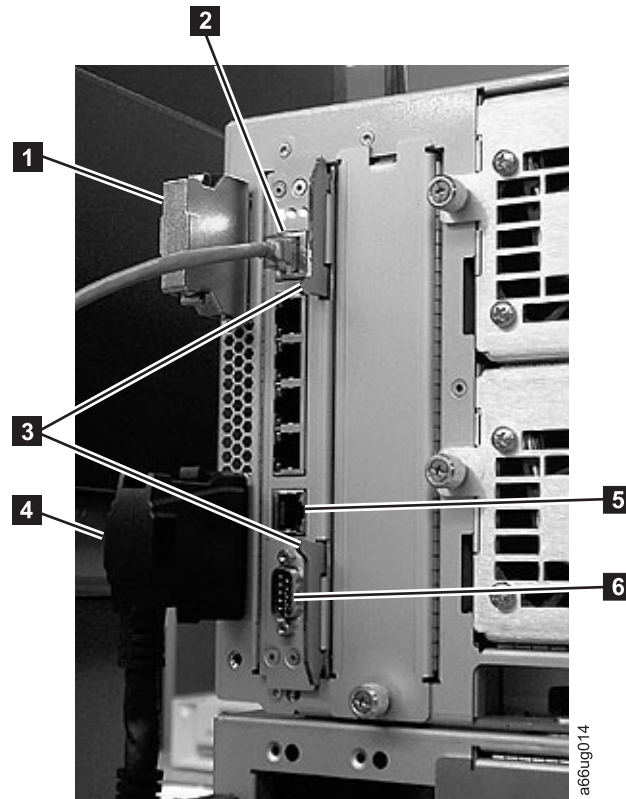

Figura 11-6. Blade de Controle da Biblioteca
2. No LCB (Figura 11-6 na página 11-11), desconecte o cabo Ethernet (2 na Figura 11-6 na página 11-11) apertando a guia para soltar o cabo e, em seguida, puxe o conector para fora do LCB.
Nota: Seis slots residem abaixo do cabo Ethernet. Os quatro slots posicionados mais acima são reservados para uso futuro. Os dois slots posicionados mais abaixo são designados como portas Ethernet (5 na Figura 11-6 na página 11-11) e serial (6 na Figura 11-6 na página 11-11) e são reservados para uso pela Equipe de Serviços IBM.
3. Segure o par de travas (**3** na Figura 11-6) próximas às partes superior e inferior do LCB. Empurre simultaneamente as travas para a esquerda e, em seguida, puxe-as para fora e para longe do LCB.